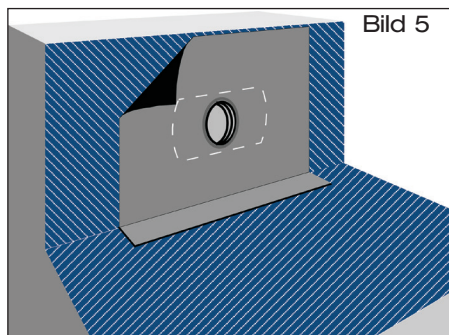

Bild 5
1.5 Bei bituminösen Dampfsperrbahnen sind Decke und Wand mit Bitumen-Voranstrich zu versehen (Bild 5). Hochpolymere Dampfsperrbahnen sind gemäß der Verlegevorschriften des Folienherstellers auf dem Untergrund zu fixieren.